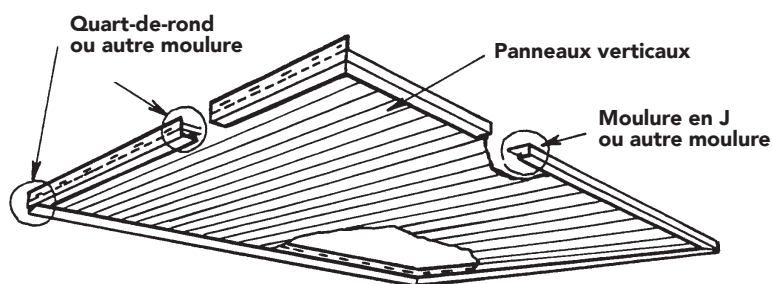

Figure 71
- **Poser d'abord les moulures aux quatre côtés de la galerie (Figure 71).** Ces moulures peuvent être en J ou en F. Il faut fixer le panneau de plafond sur le périmètre de galerie à l'aide d'un composant de support, comme une latte de bois. La pose des panneaux doit être conforme aux instructions du fabricant.